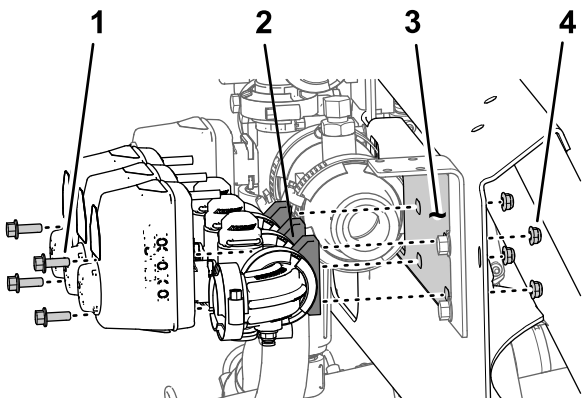

図 52
1. 右側boomバルブをマニホルドマウントに固定しているフランジヘッドボルト $\frac{1}{4}$ " x  $\frac{3}{4}$ " 2本とロックナット $\frac{1}{4}$ "2個を取り外す 図 52。
2. 左側boomバルブをマニホルドマウントに固定しているフランジヘッドボルト $\frac{1}{4}$ " x  $\frac{3}{4}$ " 2本とロックナット $\frac{1}{4}$ "2個を取り外す 図 52。
3. マニホルドマウントからboomバルブを外し、再使用に備えて脇に置く 図 52。